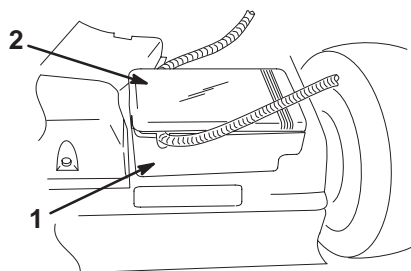

Bild 7
- Entfernen Sie die Batteriekastenabdeckung (Bild 7).